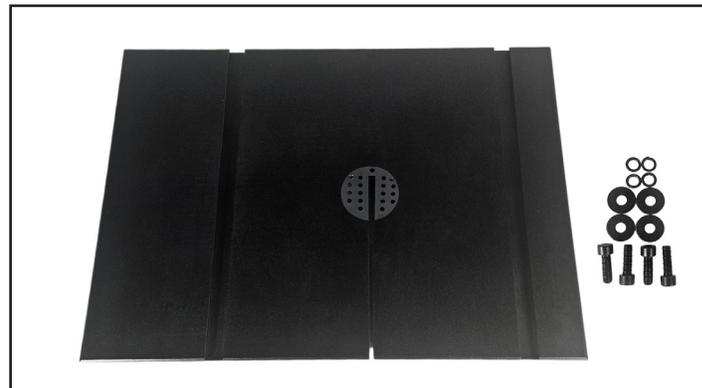

FIGURE 1
1. Ces étapes nécessitent la Table (#1C), quatre rondelles plates M8, quatre rondelles ressort M8 et quatre vis à tête hexagonale M8x25 (pièces #20C, 21C, 22C) Fig. 1.